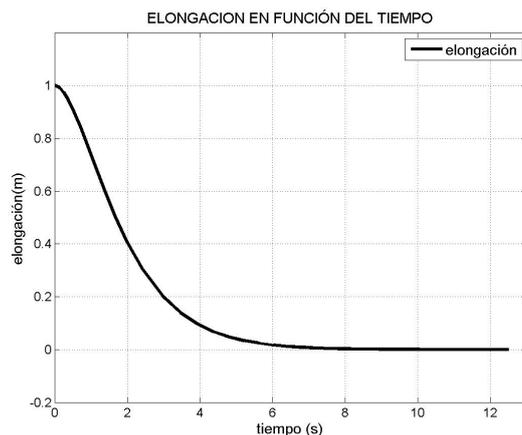

Figura 4: Gráfica de la elongación en función del tiempo para el caso de amortiguamiento crítico.
- c. Si $b^2 = 4mk$ se dice que existe **amortiguamiento crítico** y el gráfico de la elongación en función del tiempo será como se muestra en la Figura 4.